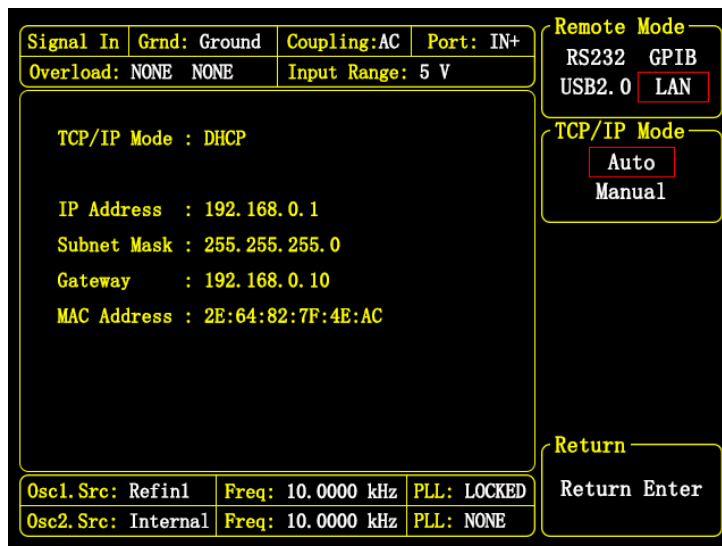

图 76. <Remote> 子菜单-<Ethernet> 选项
- <Ethernet> : 1000Mbps 以太网接口。其中端口号为 10001, 假设 OE2011 获取到的网络 IP 地址为 192.168.1.10, 则电脑端连接 OE2011 的 IP 地址为 192.168.1.10:10001。配置界面图76如所示。